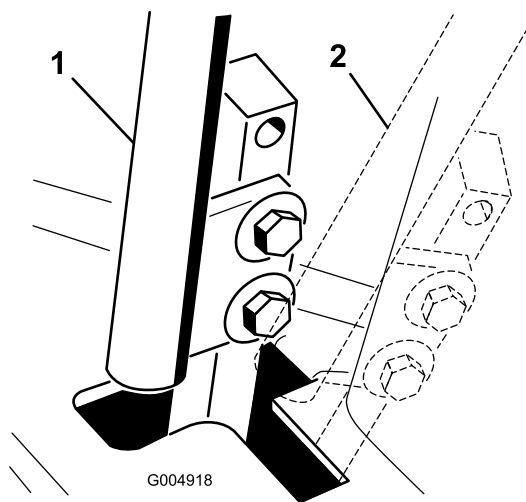

Рисунок 50
- Переведите рычаг управления в НЕЙТРАЛЬНОЕ, но **не фиксируемое** положение (Рисунок 50).
- Проверьте положение рычага управления относительно выемки в консоли (Рисунок 50).